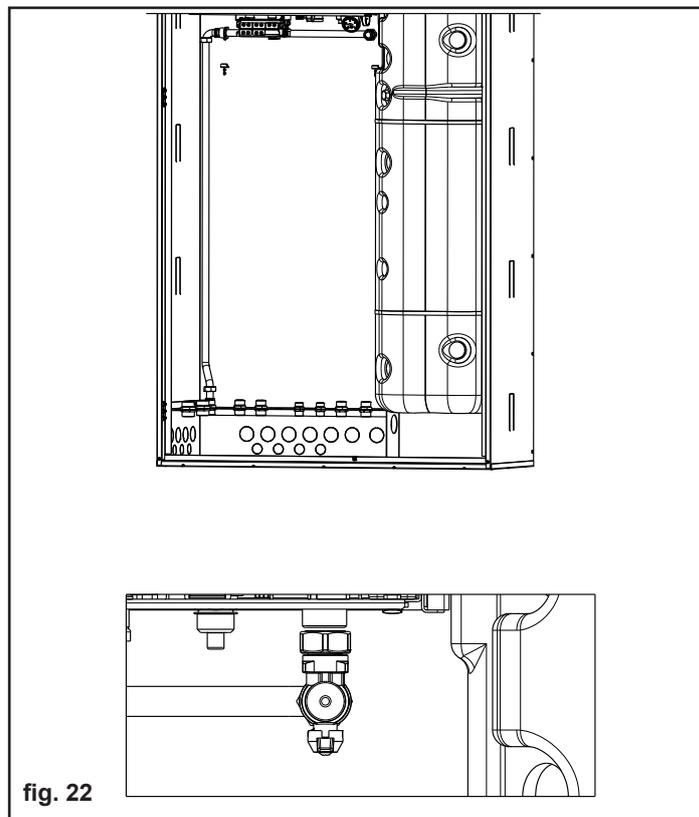

fig. 22
- Assemblare la rampa gas e la prolunga come indicato in fig. 22,